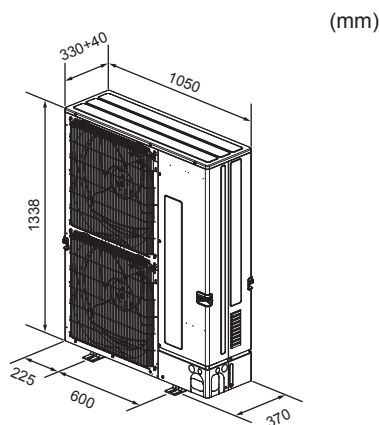

Fig. 2-3
2.3. Utvendige dimensjoner (utendørsenheter) (Fig. 2-3)